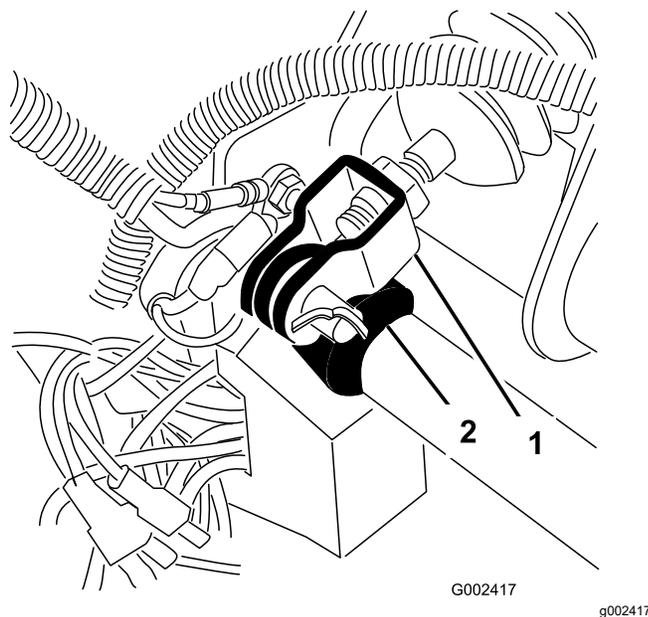

Рисунок 66
1. Снимите шплинт и шплинтуемый штифт, которые крепят вилку главного тормозного цилиндра к оси педали тормоза (Рисунок 66).